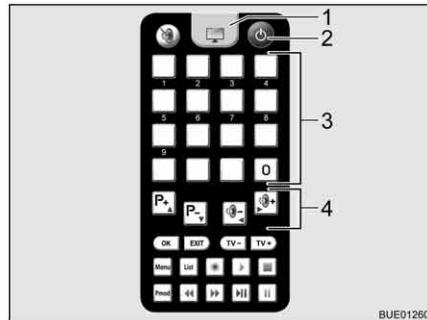

Fig. 21 Telecomando
- Premere il tasto "⏻" (Fig. 21,2) sul telecomando.
- Regolare l'emittente desiderata con i tasti memoria (Fig. 21,3) o i tasti funzione (Fig. 21,4).